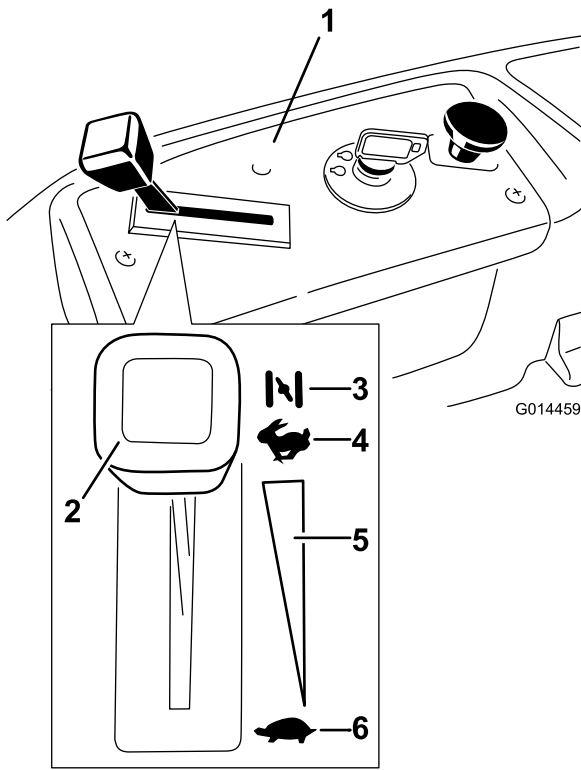

Figure 13
3. Placez la manette d'accélérateur en position Starter pour démarrer à froid (Figure 13).
5. Lorsque le moteur a démarré, amenez progressivement la manette d'accélérateur en position Haut régime (Figure 13). Si le moteur cale ou hésite, ramenez la manette d'accélérateur en position de starter pendant quelques secondes. Répétez l'opération si nécessaire.
3. Tournez la clé de contact à la position contact coupé (Figure 13) et enlevez-la.